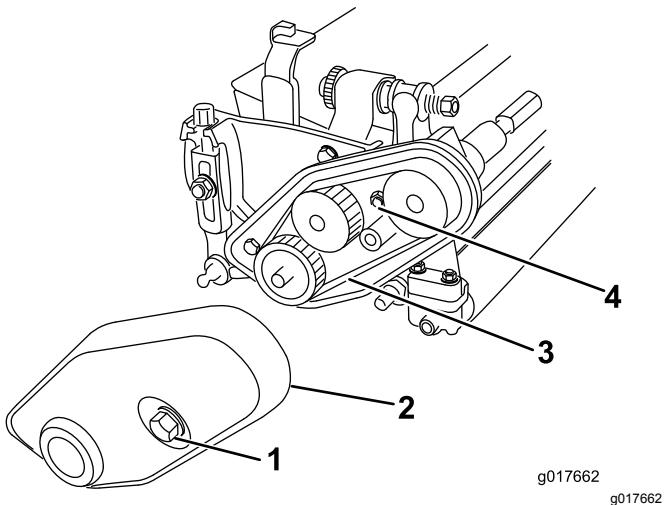

Figura 4
- Afloje el perno cautivo que sujetla la cubierta de la correa al extremo izquierdo de la unidad de corte hasta que pueda retirar la cubierta (Figura 4).
- Afloje la tuerca tensora de la correa y retire la correa (Figura 4).